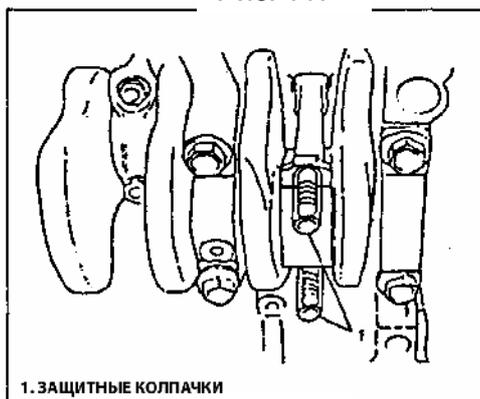

Рис. 118
- 6) Установите защитные колпачки на резьбу шатунов для предотвращения повреждений вкладышей и резьбы шпилек шатунов при снятии шатуна (Рис. 118).